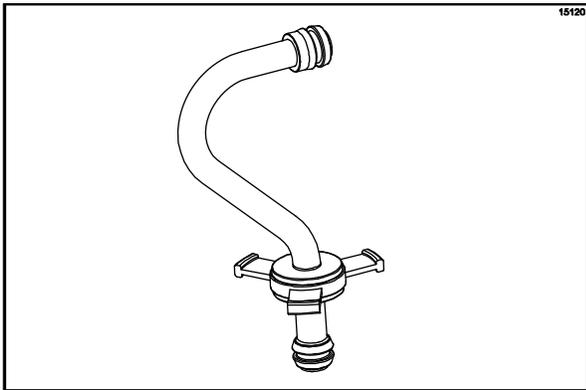

Figura 152
10. Arme el conjunto del tubo de alimentación. Introduzca el anillo de retención en la ranura del tubo de alimentación. (Vea la figura 152).